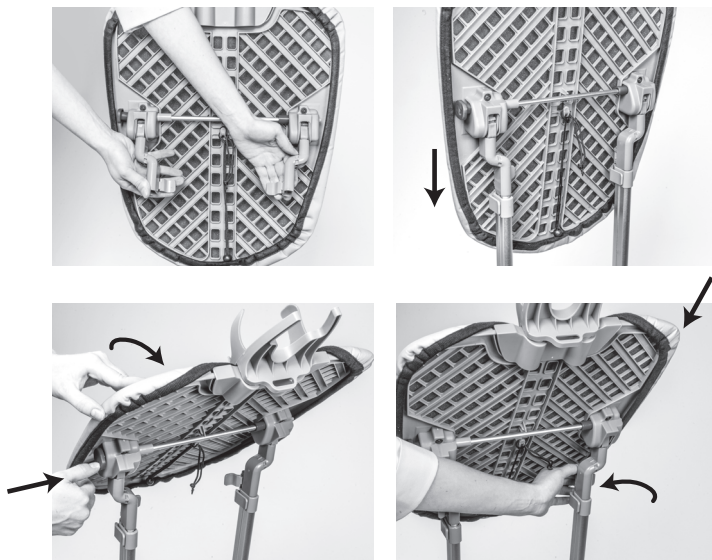

Рис. 4
6.1.4 Разблокируйте фиксаторы, установите доску на телескопические стойки. Нажмите на красную кнопку и немного наклоните доску. Затем установите доску до упора в телескопические стойки и закройте фиксаторы доски (рис. 4).